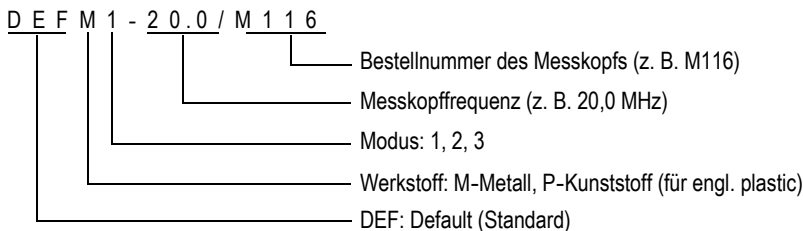

Abbildung 5-3 Standardjustierung für einen Einzelschwinger auswählen
- c) Heben Sie im Fenster **STANDARD** der einzusetzenden Messkopffart (siehe Beispiel in Abbildung 5-3 auf Seite 83) auf der Liste der verfügbaren Standardjustierungen die Justierung für Ihren Messkopf hervor.